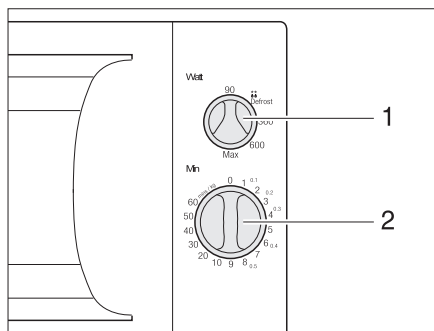

Fig. 207 Boutons de commande du four à micro-ondes
- Sélectionner la puissance sur le bouton tournant (Fig. 207,1).
- Sélectionner la durée de cuisson sur le bouton tournant (Fig. 207,2). La cuisson commence.